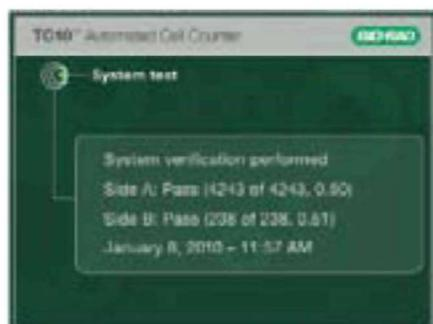

Рис. 20. Результаты проверки системы
6. Результаты испытания системы будут отображены на экране **System test** (Рис. 20). Для каждого образца выводится результат Pass (Успешно) или Fail (Неуспешно) наряду с количеством обнаруженных объектов, предполагаемым количеством объектов и отношением живых объектов (Pass 218 of 221, 0.50 (Успешно 218 из 221, 0.50)). Предполагаемое количество объектов может изменяться каждый раз при повторении испытания вследствие небольших отклонений пластины от заданного положения в счетчике TC20.